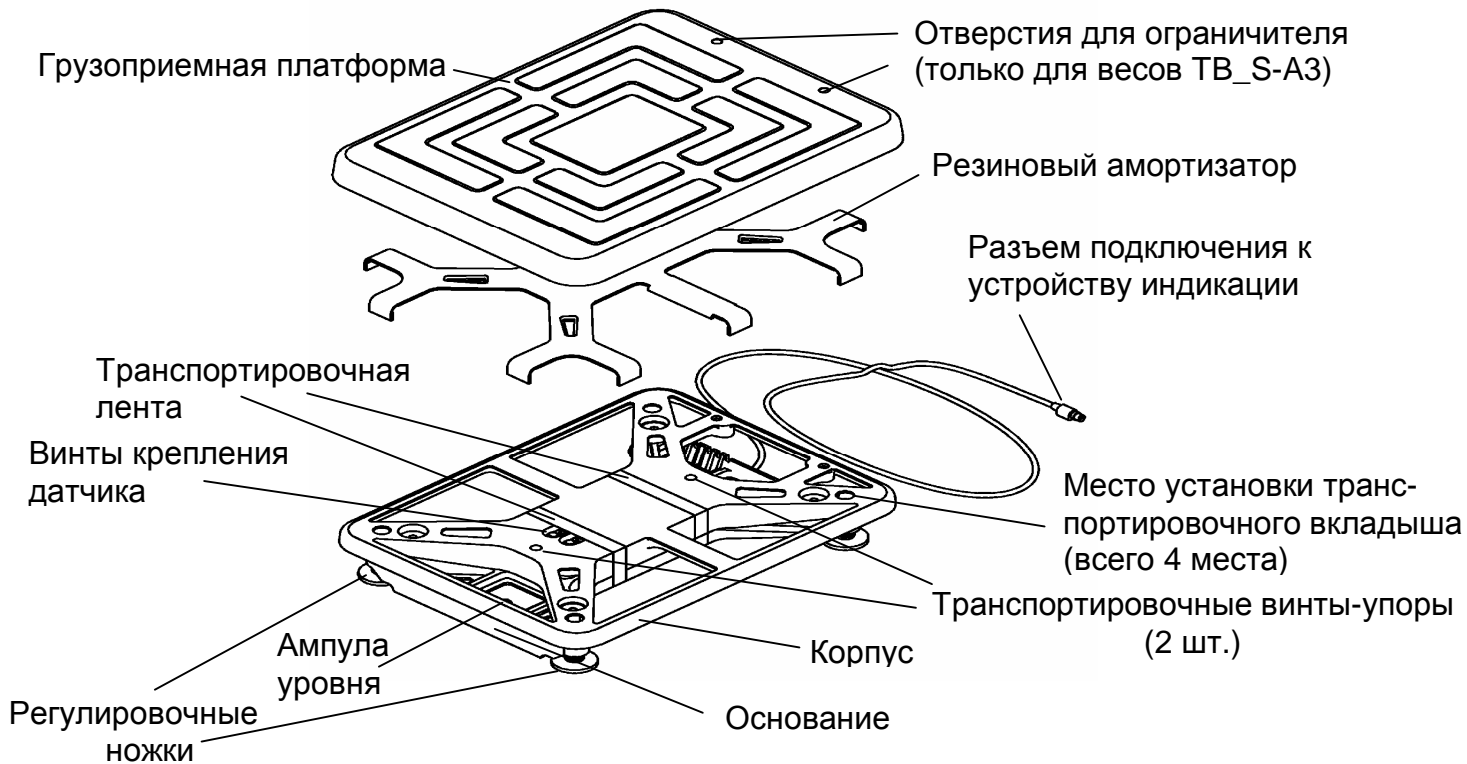

Рисунок 5.2 - Весовая платформа TB-S_A
6.1.4 В весовой платформе ТВ-S_A (рисунок 5.2) срезать и удалить транспортировочную ленту и вывернуть два транспортировочных винта-упора, вращая их только против часовой стрелки.